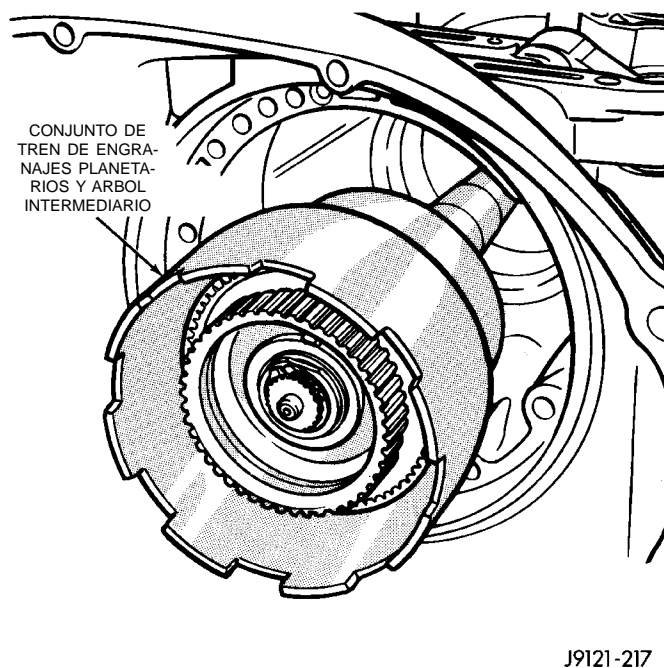

Fig. 125 Instalación del tren de engranajes planetarios
(9) Instale el conjunto del tren de engranajes planetarios (Fig. 125).